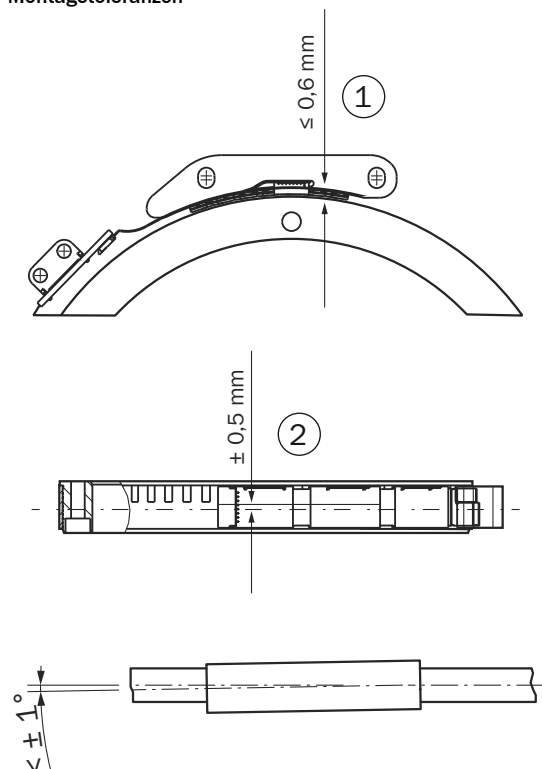

Abbildung 2: Montagetoleranzen
- ▶ Die Lage des Sensors zum Magnetring ist genau definiert. Bei der Montage ist insbesondere zu beachten, dass über die gesamte Messstrecke zwischen Magnetring und Sensorkopf ein Luftspalt eingehalten wird (Abbildung 2), unabhängig davon, ob der Magnetring oder der Sensorkopf bewegt wird. Als Montagehilfe kann die beiliegende Abstandslehre verwendet werden.
- ▶ Der Sensorkopf (6) muss mit 2 Befestigungsschrauben (4) (nicht im Lieferumfang enthalten) am Flansch fixiert werden.